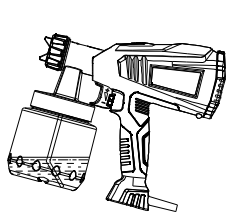

Рис. 1
- При работе с подвесными объектами направьте трубку назад (рис. 1).